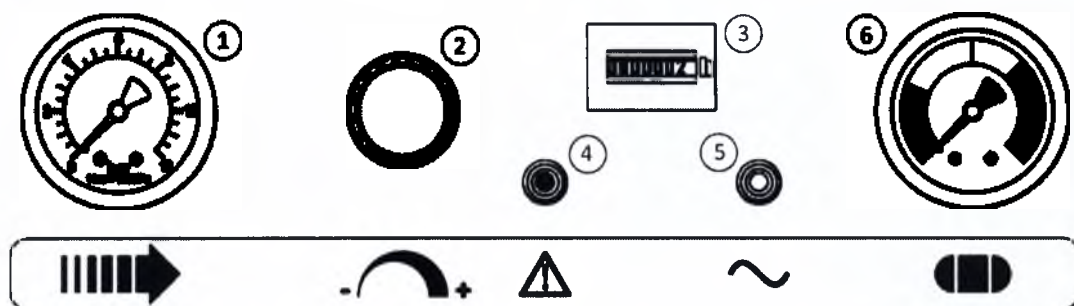
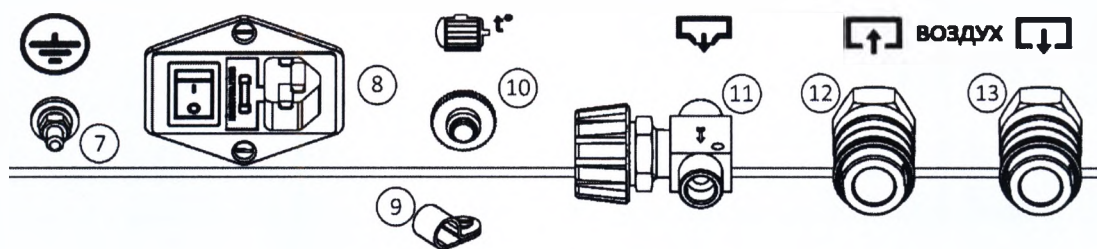

Рисунок 3 - Панель управления
Рисунок 4 - Задняя панель
7.4.2 К быстроразъемному соединению **12** (вход сжатого воздуха) (рис. 4) присоедините (если есть необходимость) шланг сжатого воздуха от центральной распределительной сети. Воздух от центральной распределительной сети автоматически подается через пневматическую систему компрессора к быстроразъемному соединению **13**. Компрессор при таком подключе-
7.5.4 Съёмный шнур питания зафиксируйте зажимом **9** (рис. 3).
7.5.5 Провод заземления подключите к винту заземления **7** (рис. 3) на задней панели компрессора. При наличии заземляющего контакта в электрической розетке, дополнительное заземление не требуется.
Подсоедините сетевую вилку съемного шнура питания к электрической сети. Включите компрессор выключателем 8 (рис. 4) на задней панели. Для этого необходимо переключить выключатель в положение "I". Включенное состояние сигнализируется зелёной контрольной лампочкой 5 (рис. 3).
7.7.4 После останова компрессора настройте регулятор давления 2 (рис. 3) в соответствии с 8.3.1.
- Выключить компрессор выключателем 8 (рис. 4) на задней панели. Для этого необходимо переключить выключатель в положение "О". После этого остановится двигатель и произойдет сброс давления из нагнетательного воздухопровода и поршневого блока.
8.3.1 Настройка давления сжатого воздуха осуществляется регулятором давления **2** следующим образом (рис. 3):
8.3.2 Компрессор оборудован устройством защиты от перегрузок. При нарушении питания электрической сети, а также при перегреве компрессора возможно автоматическое срабатывание защиты двигателя, о чем сигнализируют красная контрольная лампочка **4** (рис. 3) на панели управления.
- Переключите выключатель **8** (рис. 4) на задней панели в положение "О".